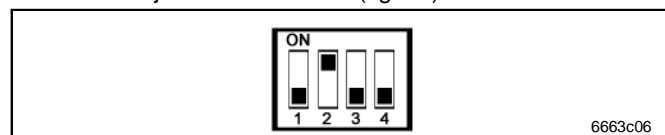

Fig. 23 Interruptor DIP: sistemas de línea doble - disposición de servicio
- ➔ Ahora reajuste SW4 en OFF (fig. 23).